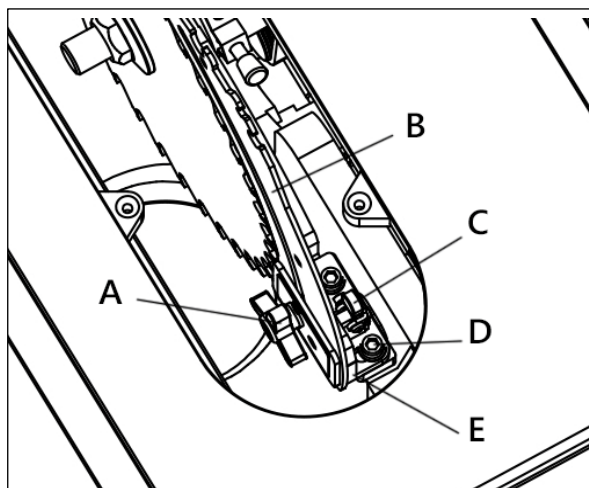

Рисунок 23.
- Раскливающий нож предустановлен на станок. Полностью поднимите пильный диск, чтобы получить доступ к раскливающему ножу (рис. 23).